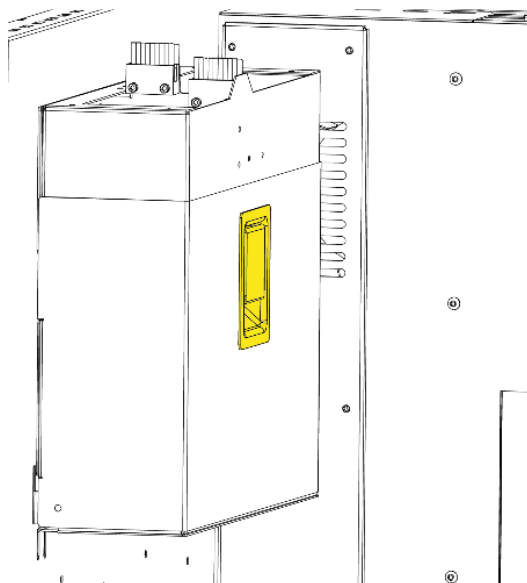

Рис. 19 Монтаж емкости очистной станции - шаг 3
3. Переместить емкость к устройству, наклонить ручку (рис. 19, желтая) и установить емкость станции очистки на устройство.